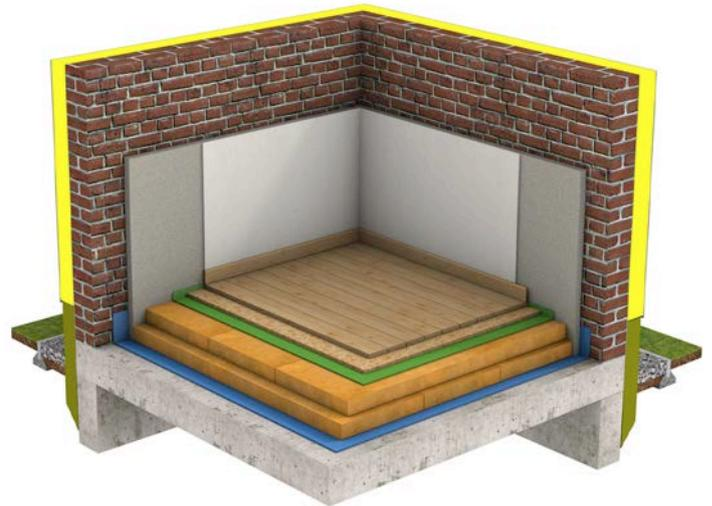

Fig. 2 Isolation au-dessus d'un vide ventilé (vue 3D).
- si l'isolation est mise en œuvre au-dessus d'un vide ventilé inaccessible (voir figure 2), il convient de réisoler depuis l'intérieur sur une hauteur suffisante pour obtenir un chemin de moindre résistance thermique de plus de 1 mètre. Une des solutions pour diminuer les risques de condensation et de déperdition thermique consiste à utiliser un doublage intérieur avec un enduit régulant l'humidité (paroi chaux-chanvre de 6 à 7 cm d'épaisseur, p. ex.).